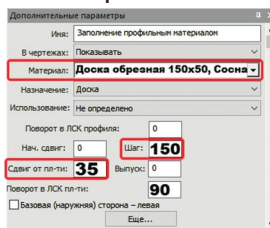

рис. 117
4. На панели **Дополнительные параметры** задайте параметры заполнения так, как на рис. 117.